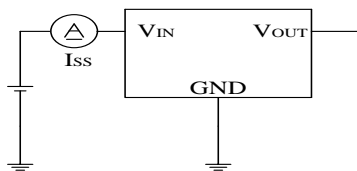

图2
- I_{SS} : $V_{IN}=18\text{V}$ 无负载时, 图 2 中电流表的电流值